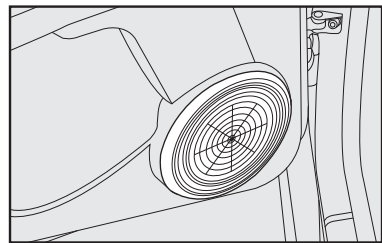

fig. 97
- dois alto-falantes full-range traseiros de 5" com 20 W RMS de potência cada **fig. 97**.